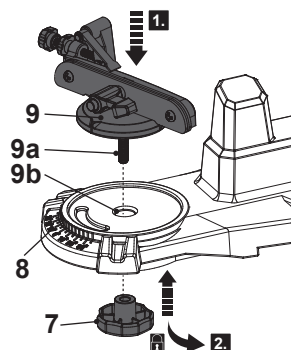

Fig. 1
1. Desaparafusar e retirar o retedor do bordo (7) do fio da plataforma da corrente da serra (9a).
2. Deslizar a rosca da plataforma da corrente da serra (9a) através do orifício de localização (9b) ao lado da escala de anjos (8). (Fig. 1, passo 1).
3. Fixar a plataforma da corrente da serra (9) com o retedor do bordo (7) rodando-a no sentido dos ponteiros do relógio (passo 2). Garantir que a plataforma da corrente da serra assenta correctamente.